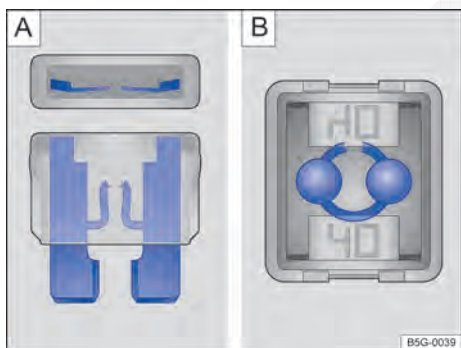

Fig. 305 Fusível queimado:  fusível plano,  fusível de bloqueio.
- Um *fusível plano* (ATO®, MINI®) queimado é reconhecido de cima ou de lado pela carcaça transparente nas faixas metálicas derretidas → Fig. 305 .
- Um *fusível de bloqueio* (JCASE®) queimado é reconhecido pelas faixas metálicas derretidas por cima da carcaça transparente → Fig. 305 .